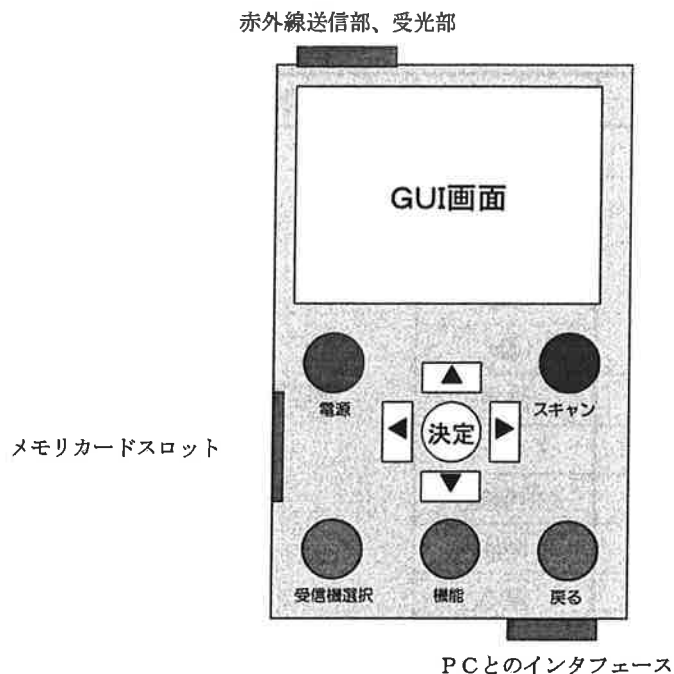

図 1. リモコン形状およびボタン配置図
- ・形状 : 次ページの図1を参考とするが、既製品の活用も含め、詳細は請負業者と別途協議する。
- ・図1を例として、片手で操作しやすい配置であれば特に指定はなし。(別途請負業者と協議する)